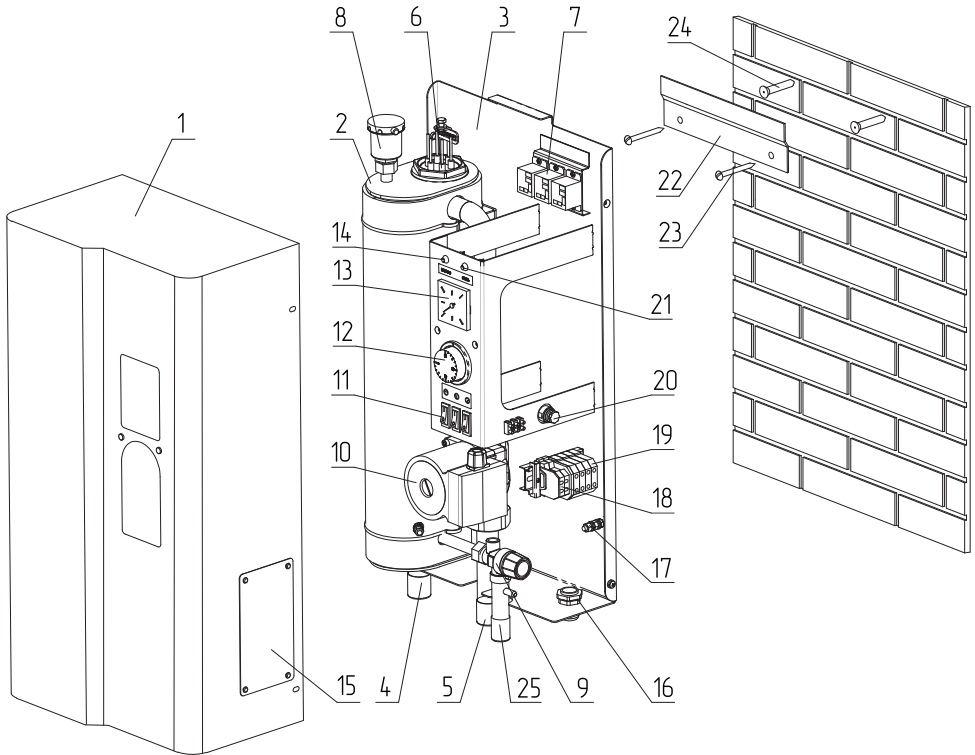

Рис.1 Устройство электрического котла ZOTA SOLO
Закрепите настенный кронштейн на вертикальной поверхности в необходимом месте с помощью шурупов, входящих в комплект, и установите на него котел, как показано на **Рис.1**.
Циркуляционный насос подключается к питающей сети через предохранитель 4А (**Рис.1, поз.20**).
На передней панели имеется индикаторная лампа работы насоса (**Рис.1, поз.14**) и индикаторная лампа подключения питающей сети (**Рис.1, поз.21**).
- Присоединить рабочий нулевой провод на клемму нейтраль (N) котла;
- Защитный нулевой провод (PE) подключить на болт «ЗАЗЕМЛЕНИЕ» (**Рис.1, поз.17**).